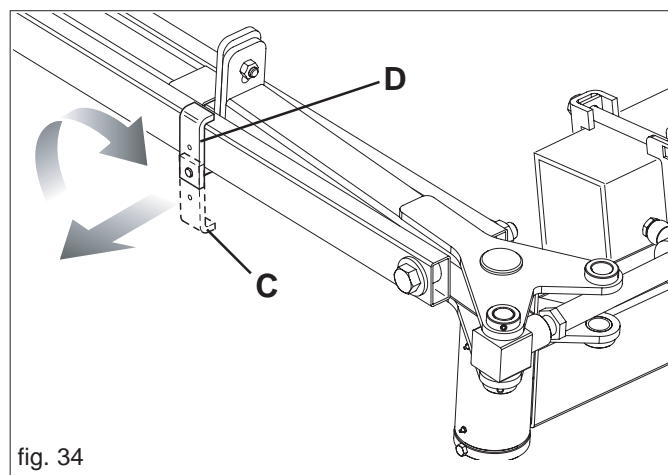

fig. 34
Durant le travail, laisser l'arrêt dans la position (C, Fig. 34) nécessaire pour permettre au bras traceur de suivre le mouvement du sol. Avant de refermer l'équipement en position de transport, bloquer le bras traceur en tournant l'arrêt en position (D).